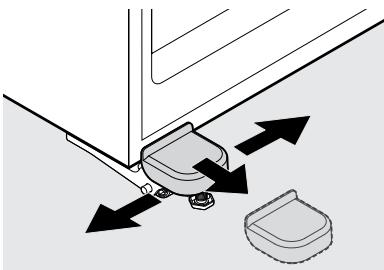

Figure 4
- Retirez le couvercle de la charnière en dépliant délicatement les languettes du couvercle et en tirant le couvercle vers le devant de l'appareil (certains modèles, figure 4).